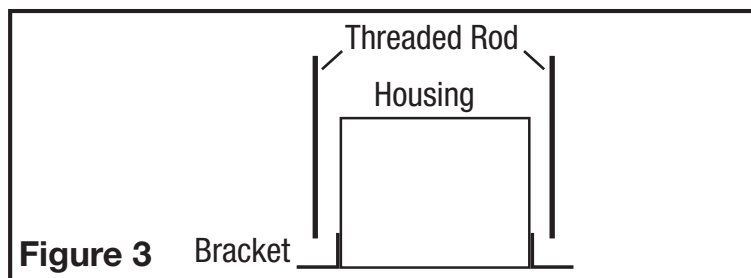

Figure 3
- Montage de la barre de suspension:** soulevez l'unité sur les tiges filetées et fixez-la en place à l'aide de matériel approprié (non inclus) (**Figure 3**).